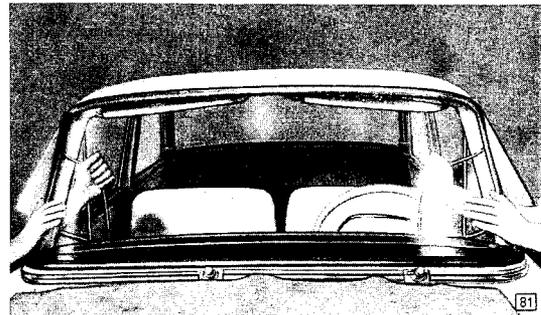

Bild 10 - Gummifassungslippe über Karosseriesteg ziehen – Windschutzscheibe
8. Gummifassung weiter mit Gummischnur über Karosseriesteg einziehen (Bild 10), hierzu Windschutzscheibe leicht beischlagen.